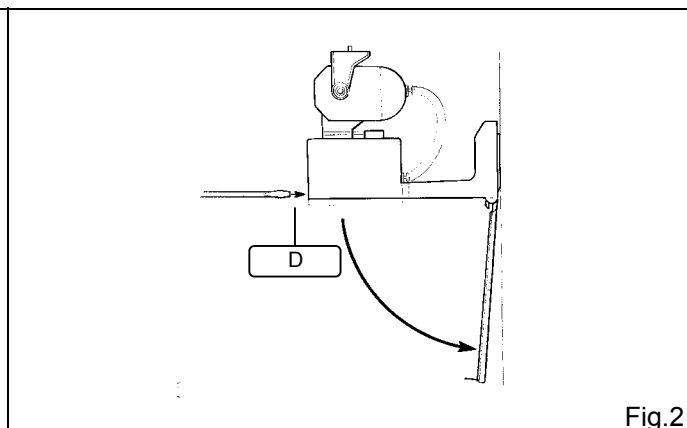

Fig.2
2. Öffnen Sie den Deckel, indem Sie leicht mit einem Schraubenzieher auf der Kerbe stossen **D** (Bild 2)
3. Lassen Sie den Unterdeckel wieder (Bild 2) und entfernen Sie die Aluplatte **B** von der Schwenkvorrichtung